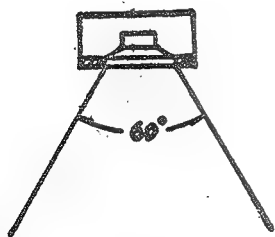

图10 高音扬声器听区
5. 对于组合式音箱,应把高音扬声器安装在低音扬声器的上方。高音扬声器与低音扬声器相距不要太远,否则,会产生高音与低音分离的感觉。同时高音扬声器的高度应与聆听者坐听时的耳朵一样高,大约为1.1米,并且音箱所摆位置应置听者于高音扬声器的 60° 水平角的范围内,这样收听的效果最佳,如图10所示。